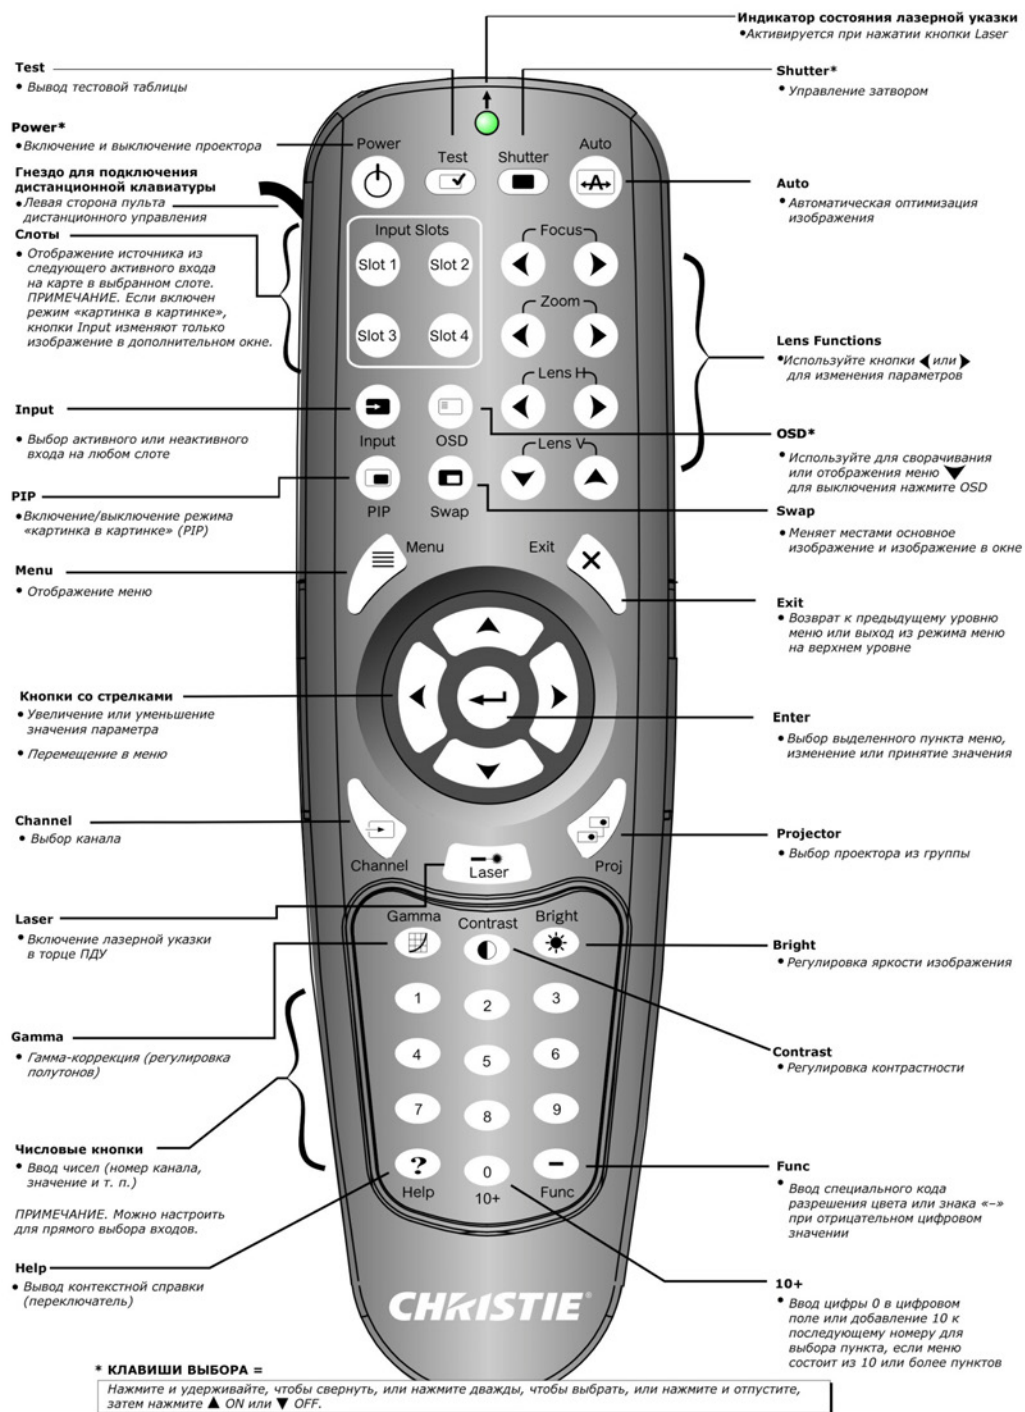

Рис. 3-1 Пульт дистанционного управления
- **Пульт дистанционного управления.** Для проводного или беспроводного управления на расстоянии до 8 м (в комплект входит кабель для использования в качестве проводного пульта ДУ). Пульт ДУ управляет проектором с помощью передатчика инфракрасного сигнала, питающегося от батареек. Используйте пульт дистанционного управления так же, как и пульт управления от телевизора или видеоманитовфона. Нажимая кнопки, направляйте пульт в сторону инфракрасного приемника проектора, расположенного на лицевой или задней стенке устройства. Один из двух инфракрасных датчиков будет принимать сигналы и передавать их на обработку. В пульт управления встроена лазерная указка. См. **Рис. 3-1 «Пульт дистанционного управления»**.
**ПРИМЕЧАНИЕ.** *Функции **POWER** (питание), **SHUTTER** (затвор) и **OSD** (экранная индикация) включаются и отключаются следующим образом: нажать и удерживать (в течение 2 секунд) или же быстро дважды нажать, затем с помощью **СТРЕЛКИ ВВЕРХ** включить или с помощью **СТРЕЛКИ ВНИЗ** отключить. См. **Рис. 3-1 «Пульт дистанционного управления»**.*
Описание кнопок пульта ДУ см. в Рис. 3-1 «Пульт дистанционного управления».
Описание конкретных команд пульта управления см. в **Рис. 3-1 «Пульт дистанционного управления»**.